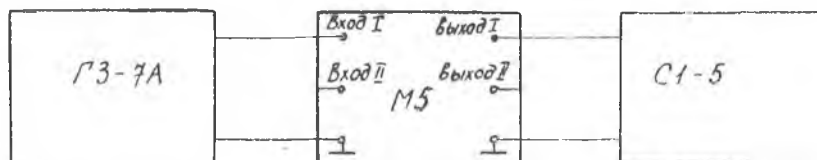

Рис. 4.3.
1. Собрать установку согласно блок-схемы рис. 4.3.